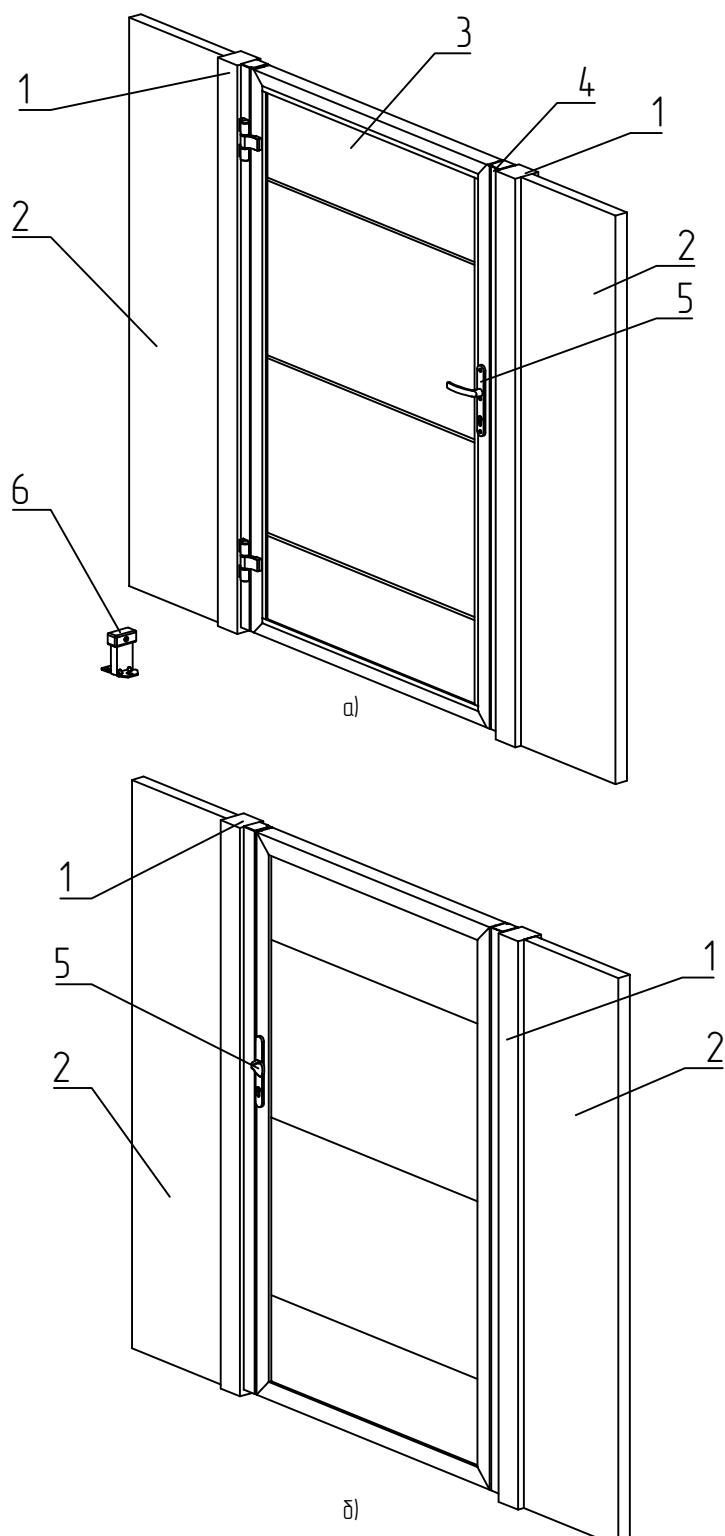

Рис. 7.6.1 – Калитка со встроенным монтажем, направлением открывания влево, внутрь с горизонтальным заполнением сэндвич-панелью:
- калитки со встроенным типом монтажа с открыванием внутрь (рис. 7.6.1, 7.6.2, 7.6.7);
- калитки с открыванием влево (рис. 7.6.1, 7.6.3, 7.6.5);
Типовые конструкции калиток изображены на рис. 7.6.1-7.6.7. Заполнения могут быть любыми по желанию заказчика. Створка калитки 3 крепится к столбу проема 1, ко второму столбу проема крепится столб притвор 4, в который устанавливается автоматическая защелка либо ответная планка замка. Комплект ручек 5 выделяется исходя из типа монтажа, направления и вида открывания, а также наличия либо отсутствия автоматической защелки. Упор 6 предназначен для ограничения движения створки калитки в открытом состоянии.